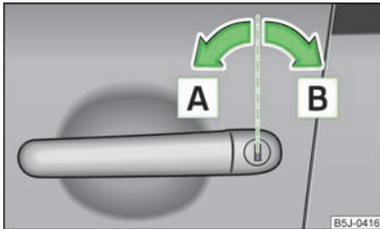

Fig. 11
- Tournez la clé dans le cylindre de fermeture de la portière conducteur dans le sens de la marche (position de déverrouillage) **A** » fig. 11.
- Tournez la clé dans le cylindre de fermeture de la portière conducteur dans le sens inverse de la marche (position de verrouillage) **B** » fig. 11.